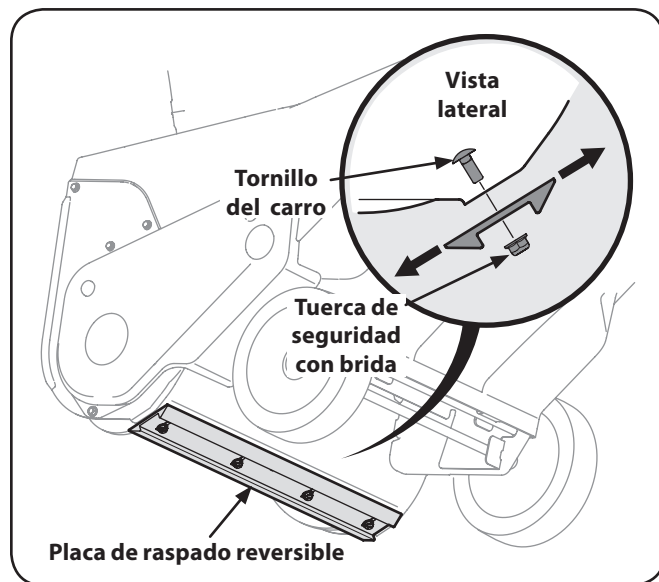

Figura 6-1
3. Afloje las cuatro tuercas de seguridad con brida y los pernos del carro que sujetan la placa de raspado a la caja. Vea la Figura 6-1. Mueva la placa de raspado hacia la posición deseada y vuelva a apretar de manera segura las tuercas de seguridad bridadas y los tornillos del carro.